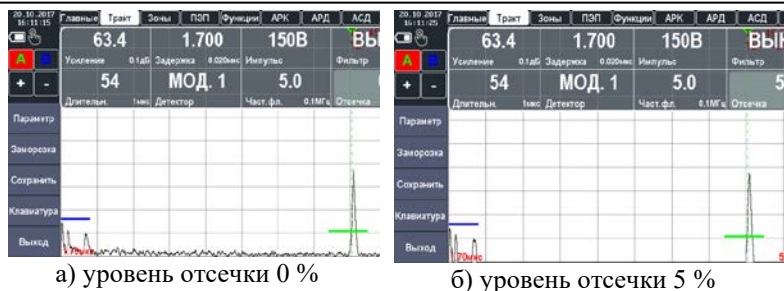

Рисунок 2.18 – Установка уровня отсечки сигнала
- Установка уровня отсечки сигнала «ОТСЕЧКА», задается в процентах. Часть А-скана ниже заданного в % от высоты экрана уровня может не обрабатываться и не выводиться на экран, упрощая визуальное восприятие сигнала (рис. 2.18).